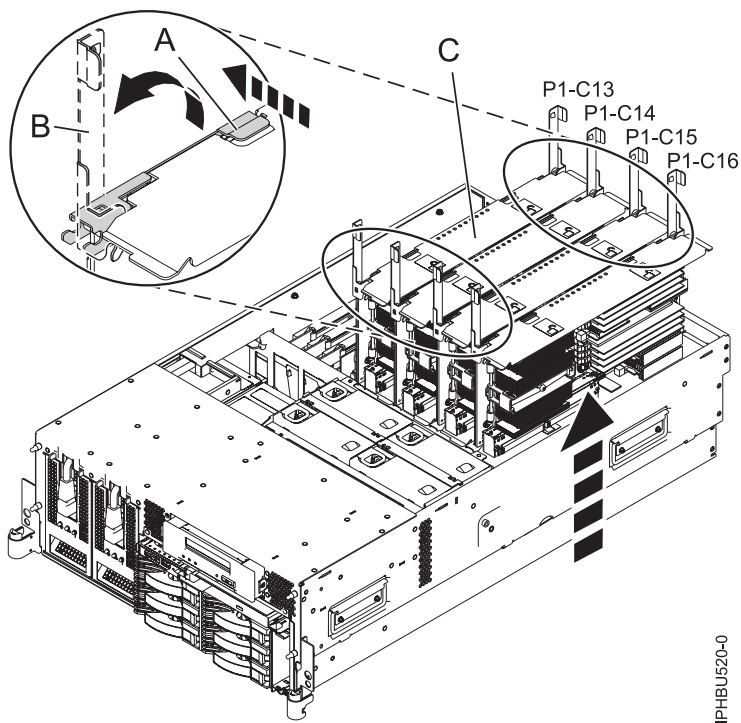
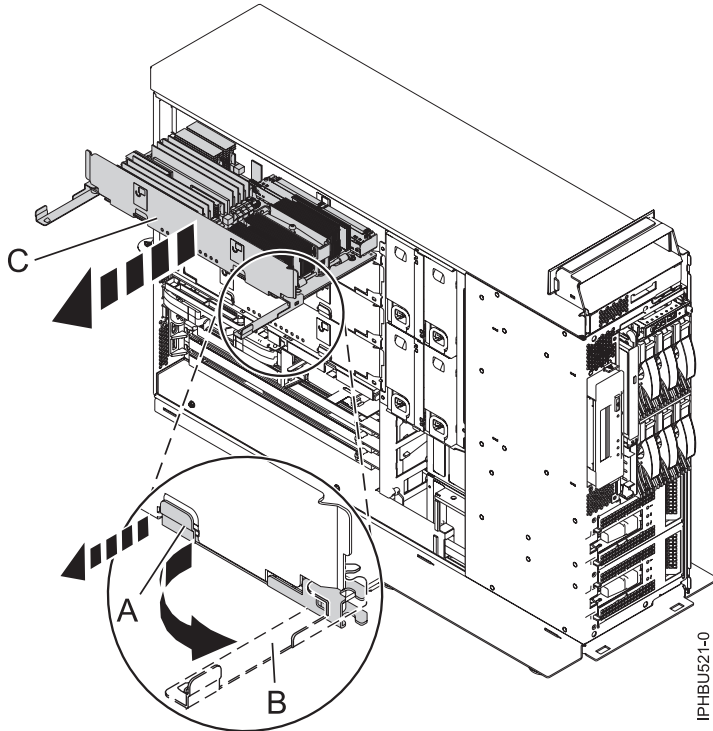

Figure 5. Retrait du bloc processeur système du fond de panier système dans un modèle monté en armoire
Figure 6. Retrait du bloc processeur système du fond de panier système dans un modèle autonome
7. Comme indiqué dans la figure 5 et la figure 6, à la page 11, déverrouillez les taquets (A) sur le bloc processeur système. Saisissez à deux mains les taquets déverrouillés (B) pour sortir le bloc processeur système (C) du fond de panier système à l'aide des glissières.